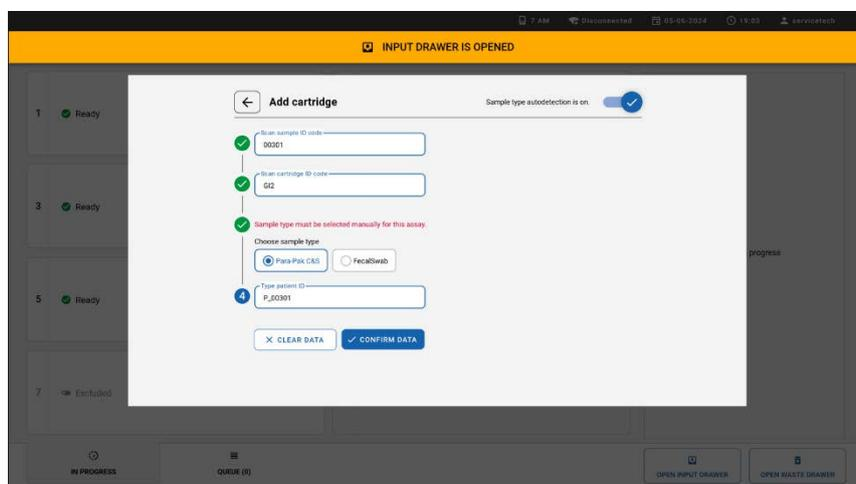

Figura 16. Schermata di selezione del tipo di campione.
3. Selezionare il tipo di campione per gli esami in cui non è consentito il rilevamento automatico del tipo di campione o nel caso in cui il rilevamento automatico del tipo di campione sia deselezionato (Figura 16).